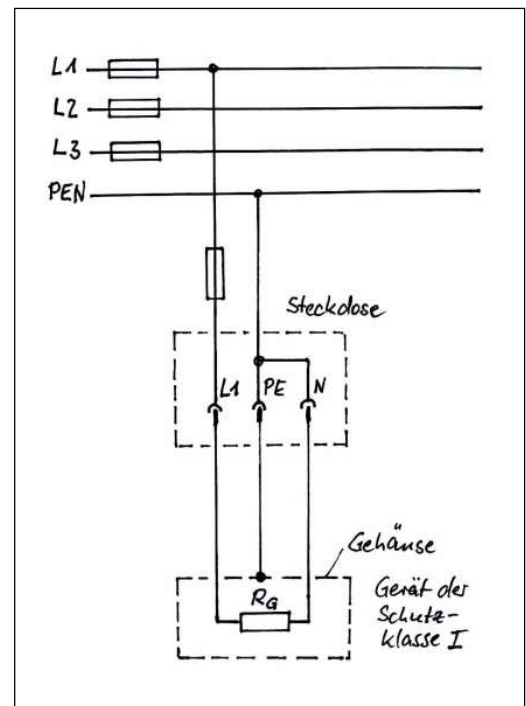

Abbildung 12: Verbraucher (Schutzklasse I) im TN-C-Netz
- 3.1.3 In einem Altbau erfolgt die Energieversorgung über ein TN-C-Netz. Zu jeder Schutzkontaktsteckdose führen ein Außenleiter L1 und ein PEN-Leiter. Neutralleiter- und Schutzleiteranschluss sind in der Steckdose mit einem Drahtstück überbrückt. An der Steckdose ist eine ortsveränderliche Kochplatte (Schutzklasse I) angeschlossen (siehe Abbildung 12). Bei welchem Fehler tritt eine extreme Gefährdung des Benutzers auf?